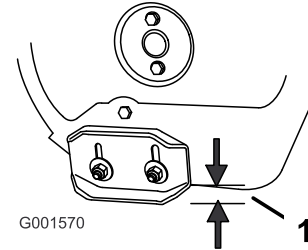

Рисунок 36
2. Ослабьте затяжку гаек, крепящих оба полоза к боковинам шнека, так, чтобы шнек мог легко перемещаться вверх и вниз (Рисунок 36).